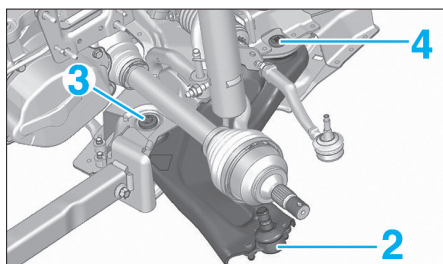

FIG. 20
- la vis de fixation avant (3) du triangle de suspension par le dessus (Fig.20),
- la vis de fixation arrière (4) du triangle de suspension,